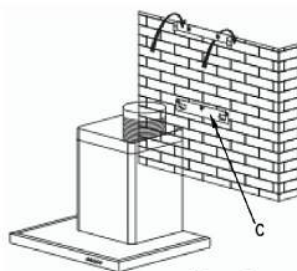

fig. 2
A sua instalação não possui saída para o exterior (fig. 2)
- Coloque e fixe o corpo do exaustor neste suporte com os parafusos previstos para esse fim (fig. 2).